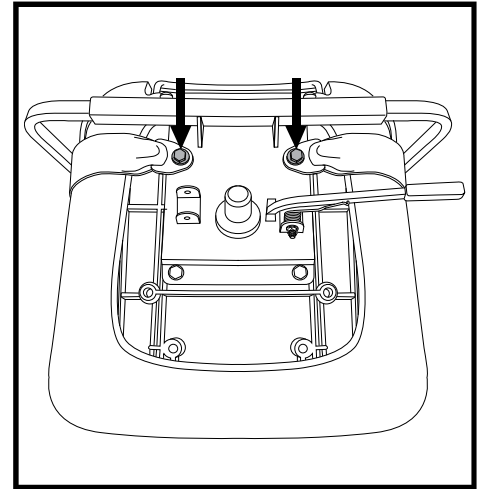

Abb. 29. Befestigungsschrauben des Rückhaltegurtes
2. Sitz umdrehen, um die Unterseite einzusehen. **Siehe Abb. 29.**